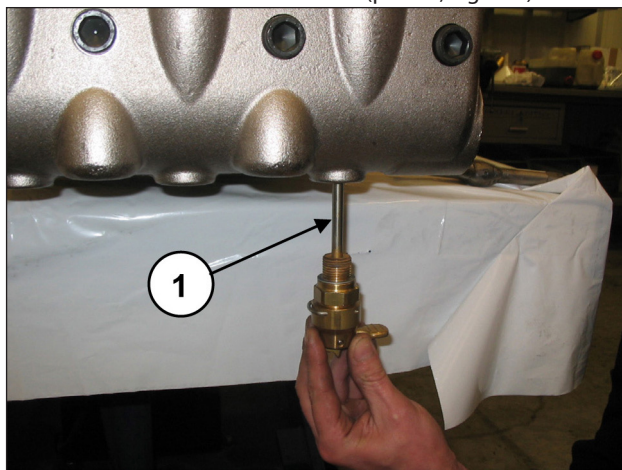
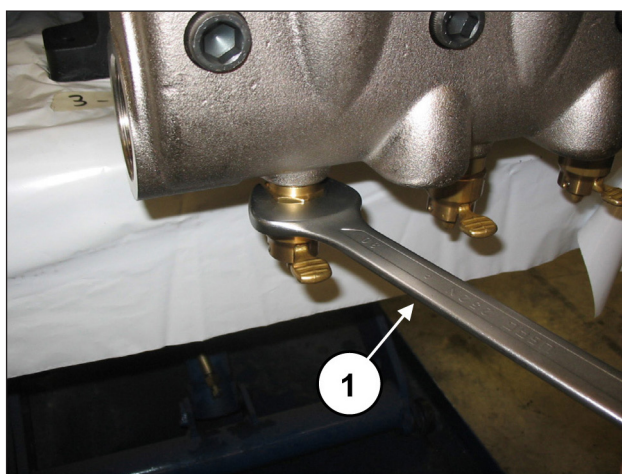

Fig. 109
Fig. 110
Applicare i dispositivi apertura valvole (pos. ①, Fig. 109) ed avvitarli mediante chiave da 30 mm (pos. ①, Fig. 110).